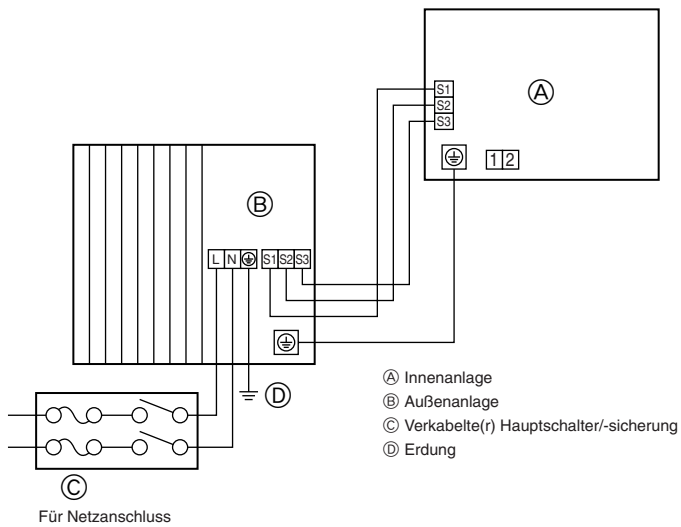
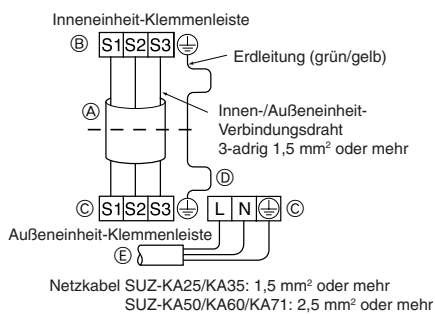
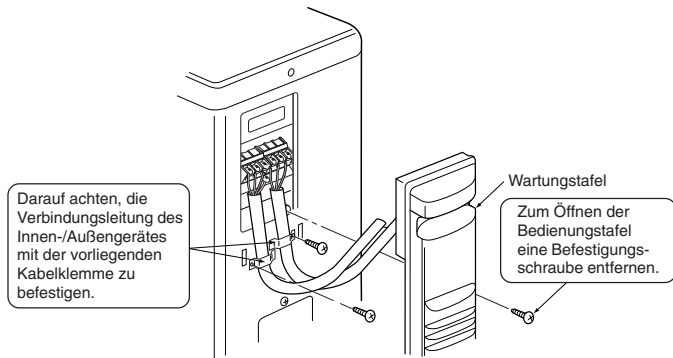
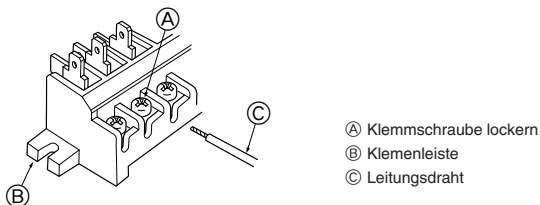

Fig. 6-1
Fig. 6-2
Fig. 6-3
Fig. 6-4
### 6.1. Außeneinheit (Fig. 6-1, Fig. 6-2, Fig. 6-3, Fig. 6-4)
- Verdrahtung wie in der Abbildung links unten dargestellt vornehmen. (Kabel ist vor Ort zu beschaffen) (Fig. 6-2)
- (A) Anschlusskabel
- (B) Innenanlage-Klemmenleiste
- (C) Außenanlage-Klemmenleiste
- (D) Achten Sie darauf, daß das Erdungskabel länger ist als die anderen, spannungsführenden Kabel.
- (E) Netzkabel für die Stromversorgung
- **Sorgfältig darauf achten, Fehlverdrahtung zu verhindern. (Fig. 6-4)**